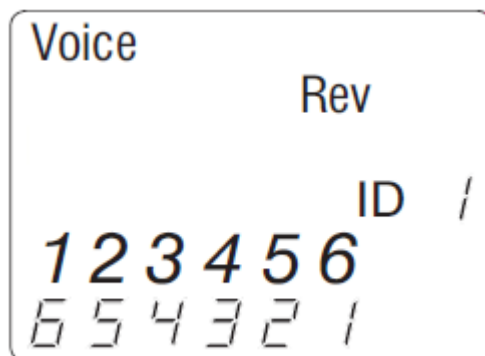

Рисунок 4. Тестирование в голосовом режиме кабеля Rev.
3. Однократное тестирование: Для запуска однократного теста для шестипроводного кабеля передачи голоса нажмите кнопку голосового режима (Voice). На жидкокристаллическом дисплее появится следующий экран (рисунок 4):
4. Непрерывное тестирование: Чтобы запустить непрерывное тестирование, нажмите и удерживайте кнопку режима тестирования голосового кабеля до тех пор, пока на дисплее не появится индикация «LOOP ON» (смотрите рисунок 5 ниже). Когда активирован циклический режим, на правой стороне экрана появляются три небольших перемещающихся «полоски». Экран дисплея будет обновляться с теми же иконками и значениями, что и во время одиночного теста (смотрите рисунок 4).